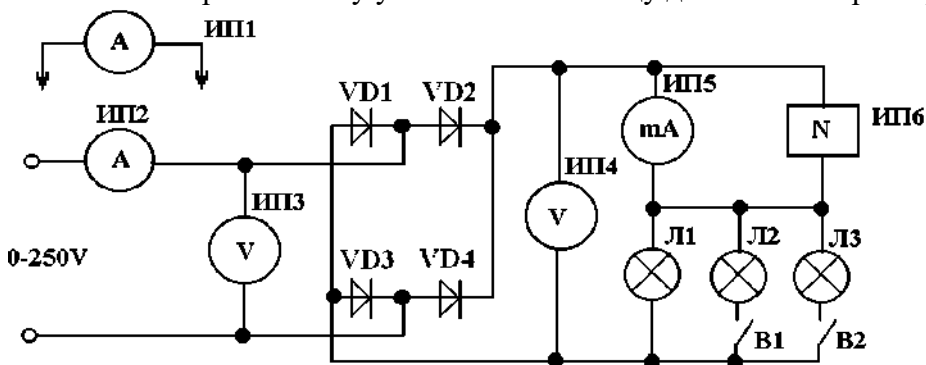

Рис. 9. Схема лабораторной установки:
1. Соберите схему согласно рис. 9.